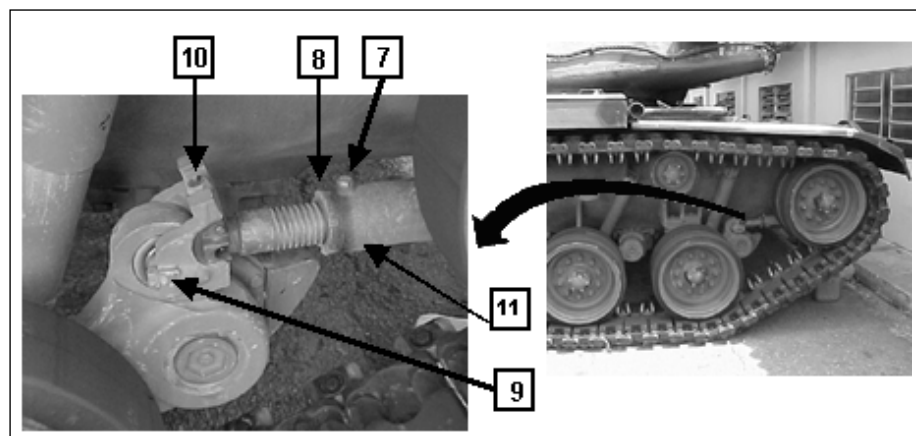

Fig 6-3. Ajuste hidráulico da tensão da lagarta
1) Se durante o ajuste da tensão da lagarta, a manga de ajuste da tensão (6) ultrapassar o entalhe pintado de vermelho e a tensão da lagarta ainda estiver frouxa, afrouxar a lagarta e remover um patim; repetir o ajuste de tensão da lagarta até a medida desejada. O patim removido deve ser acondicionado no CC para futura instalação.
(7) depois do ajuste final, girar a manga de ajuste da tensão (6) se necessário, até aproximar o ponto de encaixe do parafuso-trava. Apertar o parafuso-trava da manga de ajuste (5) até estar completamente atarrachado.
b. Ajuste hidráulico da tensão da lagarta (Fig 6-3 e 6-4)
(1) Ajustar a tensão da lagarta somente depois que todas as inspeções e falhas tenham sido corrigidas.
(2) Não usar nenhum outro método para checar a tensão da lagarta quando a graxeira de ajuste da tensão da lagarta estiver instalada.
(3) Não fazer sucessivos ajustes de tensão no mesmo lado do CC. Sempre alternar os lados.
(4) Colocar a direção em neutro para afrouxar a lagarta.